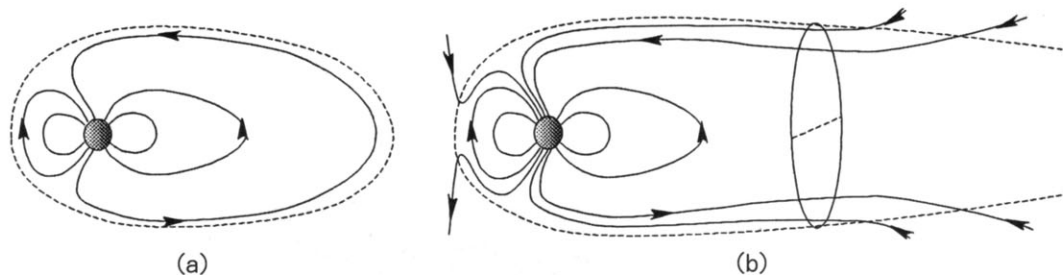
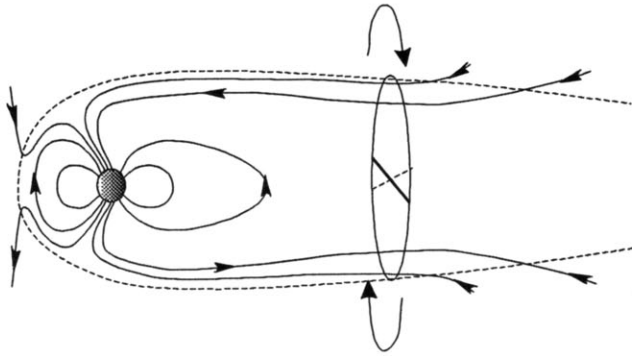
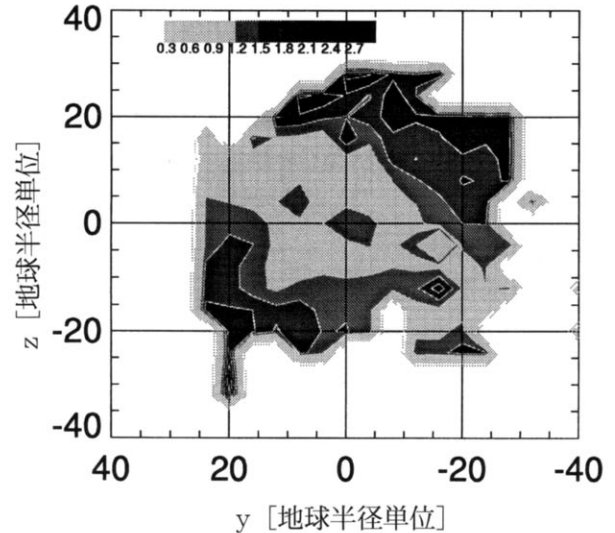

図1 閉じた磁気圏 (a) と開いた磁気圏 (b)
図3 磁気張力によるトルクと磁気中性面のひねり
図4 プラズマ密度分布の尾部断面図
は太陽風磁場の方向に関係なくほぼ同じ断面積で存在する。(2) 太陽風磁場の南北成分の向きに関係なく、いつも磁気リコネクションが磁気圏境界でおこり、尾部の磁力線は太陽風中につながっている。(1)の結論は、実際に「GEOTAIL」衛星が地球半径の200倍近く離れた空間をサーベイした結果から出た結論である。(2)の結論は、尾部のひねりの効果から出した結論で、少し説明がある。太陽風磁場は一般に、リコネクションに関係する南北方向の成分(z成分)だけでなく、図1の紙面に直角方向の成分(y成分)を持っている。そのような場合、太陽風の磁場と地球の磁場が磁気リコネクションを起こすと、北半球の磁力線と南半球の磁力線は太陽風に流されながらy方向に互いに逆向きの磁気張力を受け、その結果尾部を流れに直角にひねろうとするトルクがはたらく(図3)。この効果は地球近くでは小さいが、「GEOTAIL」衛星の観測した遠い尾部では十分検出可能な大きさになる。実際、「GEOTAIL」衛星は、地球半径の200倍の距離で磁気中性面がyz面内で平均20度余り回転していることを見出した。内外の磁力線がつながっていない限り尾部の磁力線がトルクをうけることはないから、尾部がひねれていることは、磁気リコネクションが起きていることの強い証拠となりうる。このひねり角の解析から、太陽風磁場が北向き成分を持つときも、太陽風の磁場と地球の磁場は磁気リコネクションをおこしていることがわかった。さらに重要なこととして、太陽風プラズマがリコネクションをおこした磁力線に沿って回転しながら磁気圏内に入ってきていることがわかった。図4に、尾部断面(太陽に向かって見る)において太陽風プラズマが侵入してきている場所をグレイスケールで示す。色の濃い部分がプラズマが侵入してきている密度の高い場所を示しているが、尾部のひねりのために、この侵入場所が中性面(横軸)に対してさらに傾いていることがよくわかる。(この図は太陽風磁場のy成分が正の時の統計である。y成分が負のときは逆向きに傾く)